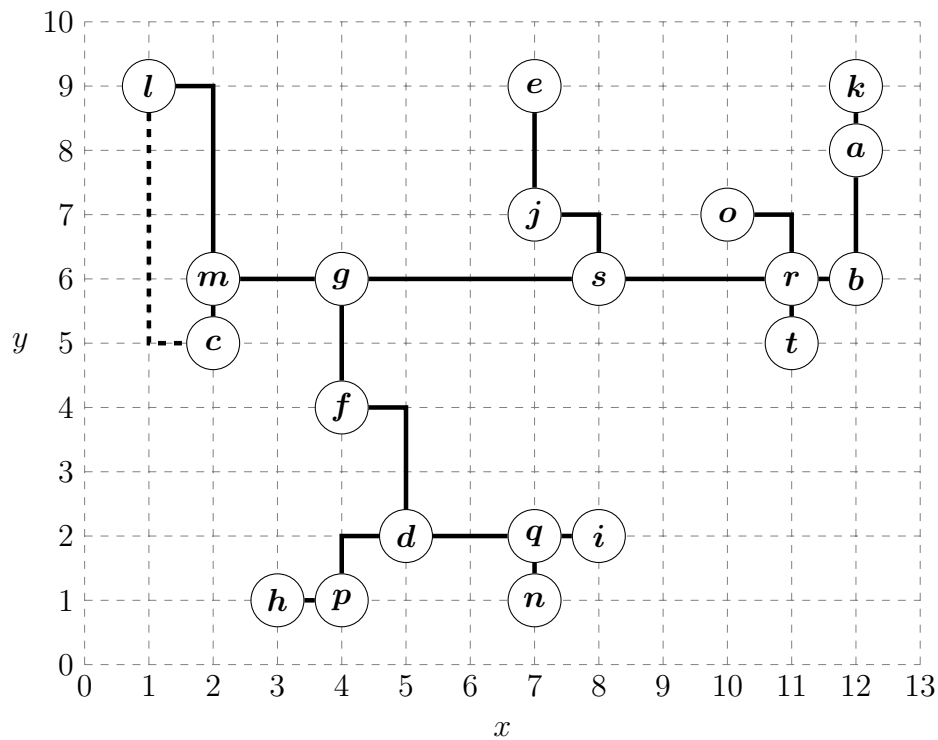

Abbildung 1: TSP Beispielinstantz mit MST und MOT
Gegeben sei die in Abb. 1 dargestellte Instanz des Traveling Salesman Problems (TSP). Es wird die Manhattan-Metrik
d) Berechnen Sie die gefundene untere Schranke für die Instanz aus Abb. 1. Siehe Abb. 1. Für den MST ergibt sich ein Gesamtgewicht von 37. Der MOT mit maximalem Gewicht von 42 wird für den Knoten l erreicht.